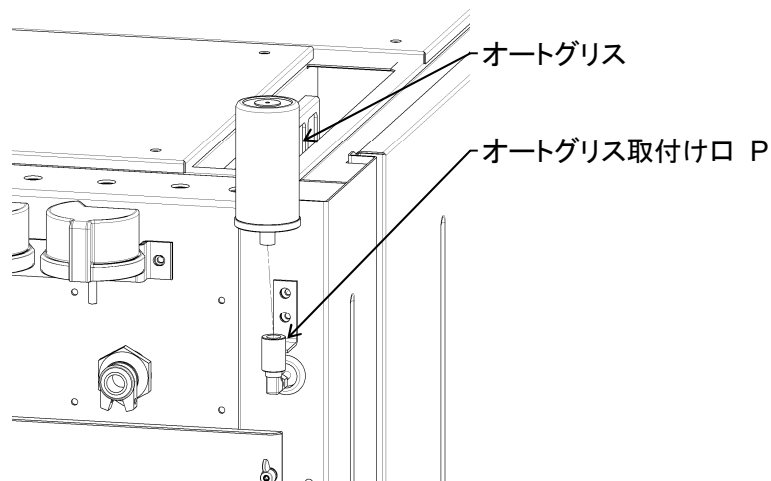

図 5-5
- ・ 付属品のオートグリスをオートグリス取付け口 P に取り付けます。(図5-5)